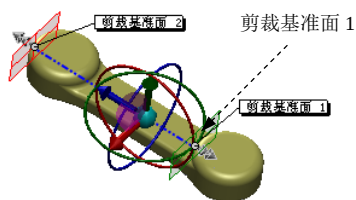

图 3.25.13 剪裁基准面 1 的位置
Step5. 定义剪裁基准面 1 的位置。在 **剪裁基准面 1** 区域的  文本框中输入数值 75，此时发现剪裁基准面 1 的位置发生了变化，如图 3.25.13 所示。